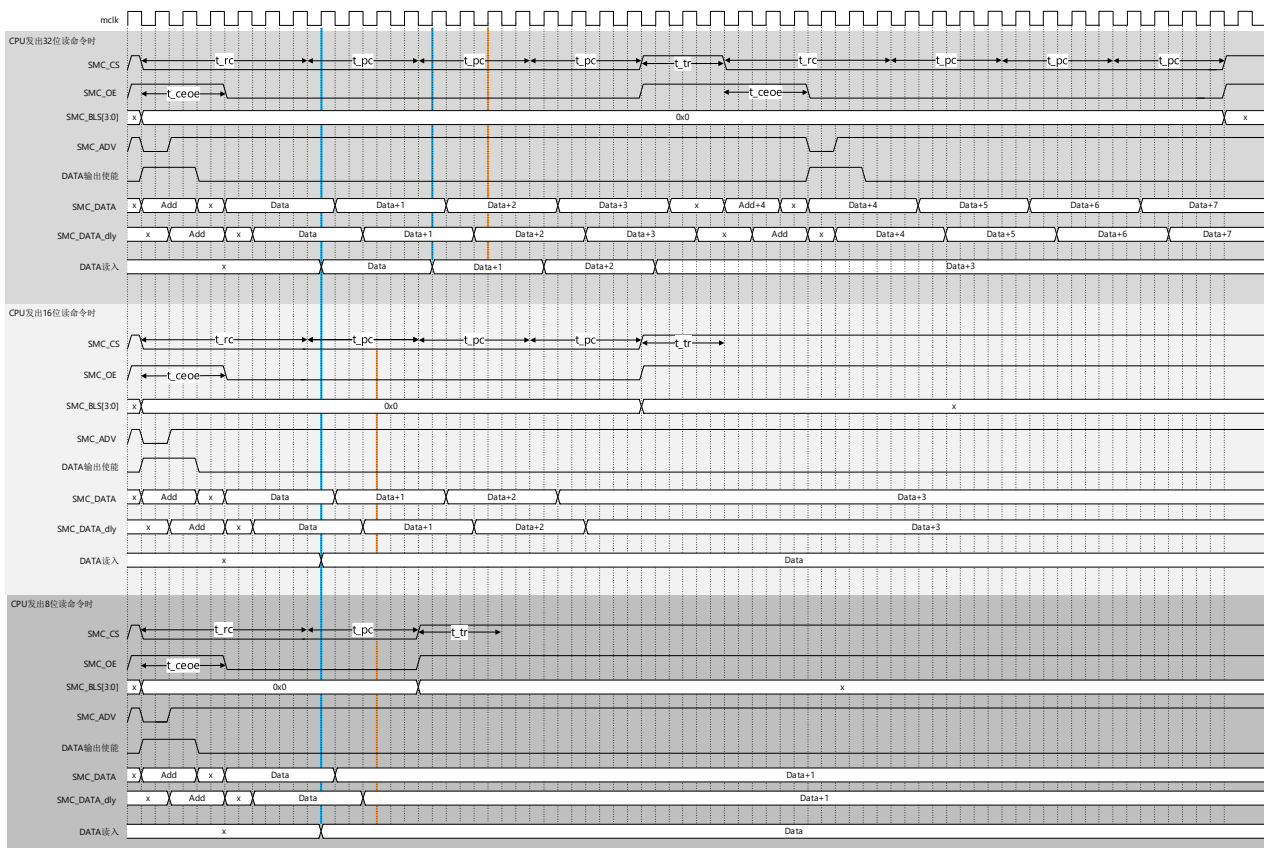

图 39-19 地址数据复用突发读动作基本时序（同/异步方式（RSYN=1/0）&16 位位宽（MW=01）&RBL=001）
e) 表 39-11 和图 39-19 是突发读动作的基本时序图和设定例。